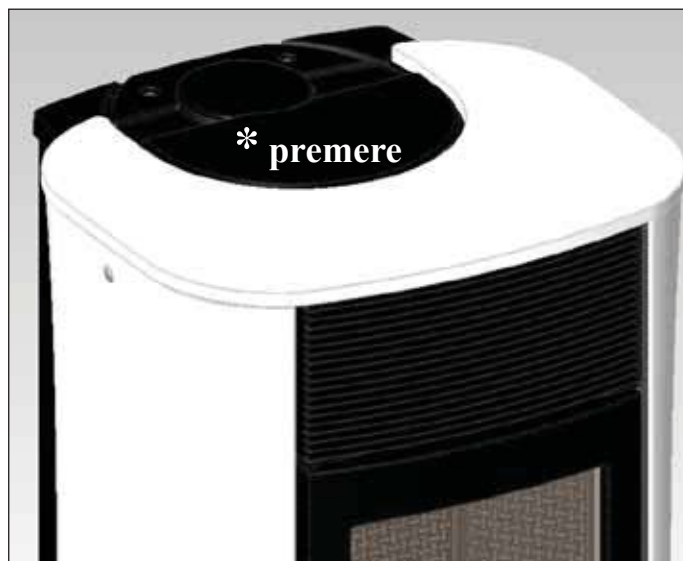

fig. 1
- Applicare la staffetta fissaggio copricanna (A - fig. 1) mediante viti in dotazione sulle due chiusure in lamiera (A1 - fig. 1) nei fori previsti.